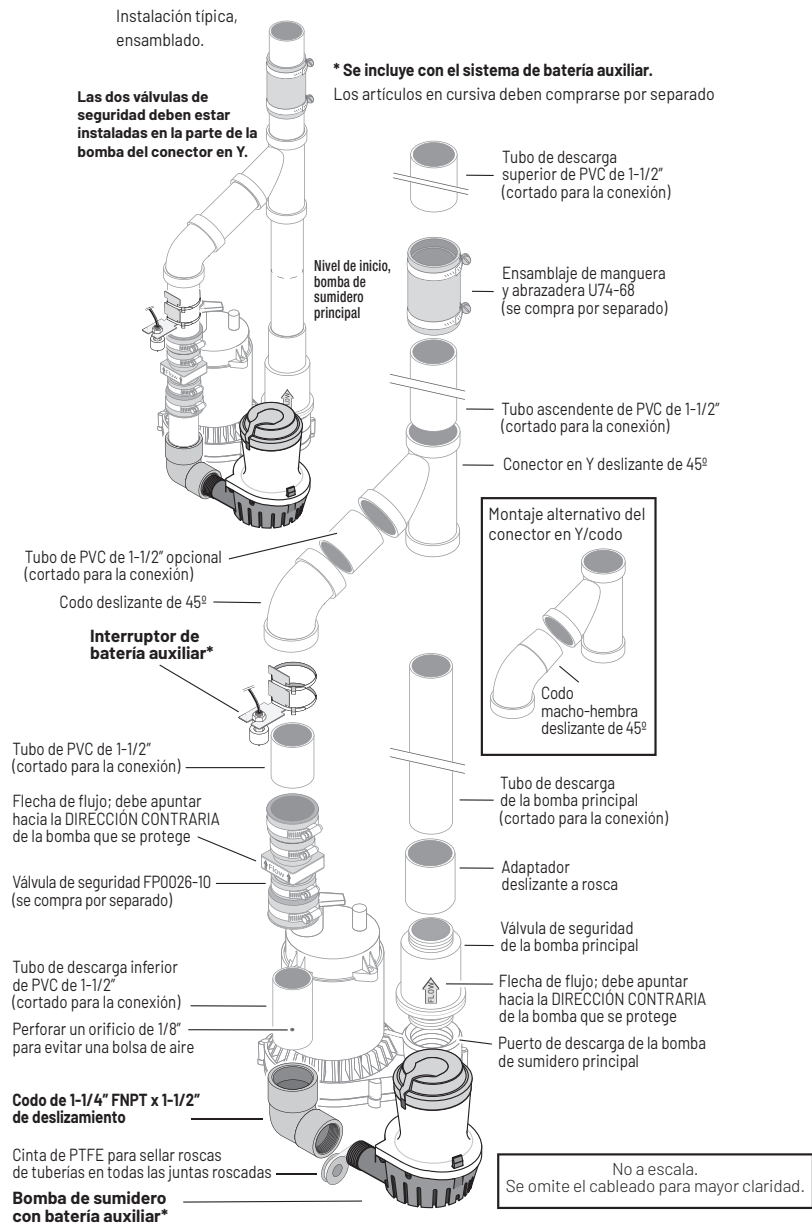

Figura 3: Tubo de descarga común - Instalación típica
2. Si en la descarga de la bomba de sumidero principal no hay una válvula de retención, deberá instalar una. También debe instalar una en el tubo de descarga de la BBU (Figura 3). Verifique que la flecha de flujo de la válvula de retención señale en DIRECCIÓN CONTRARIA a la bomba que se está protegiendo.
6. Corte un trozo del tubo de PVC de 1-1/2" para que llegue desde el codo de descarga de la bomba auxiliar hasta aproximadamente un (1) pie sobre el piso del sótano. Este es el tubo de descarga inferior